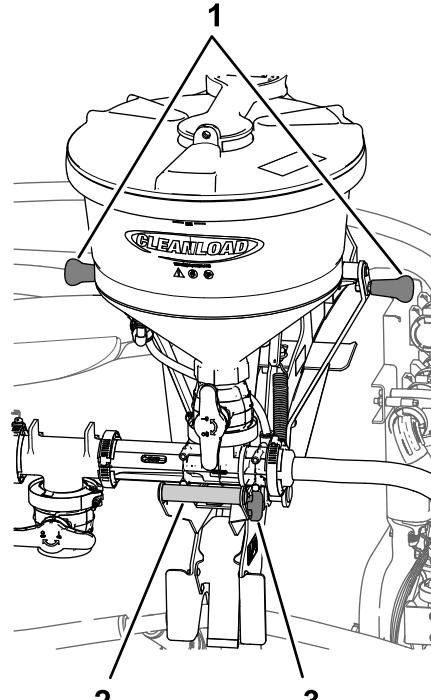
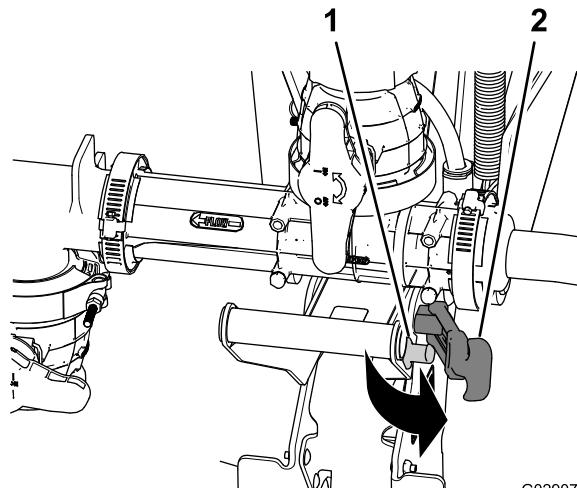
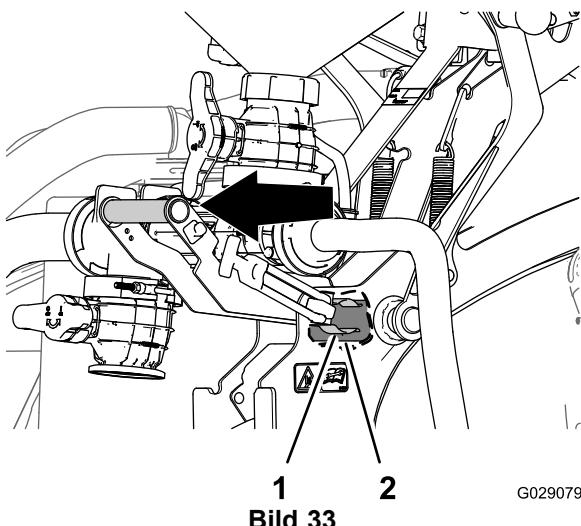
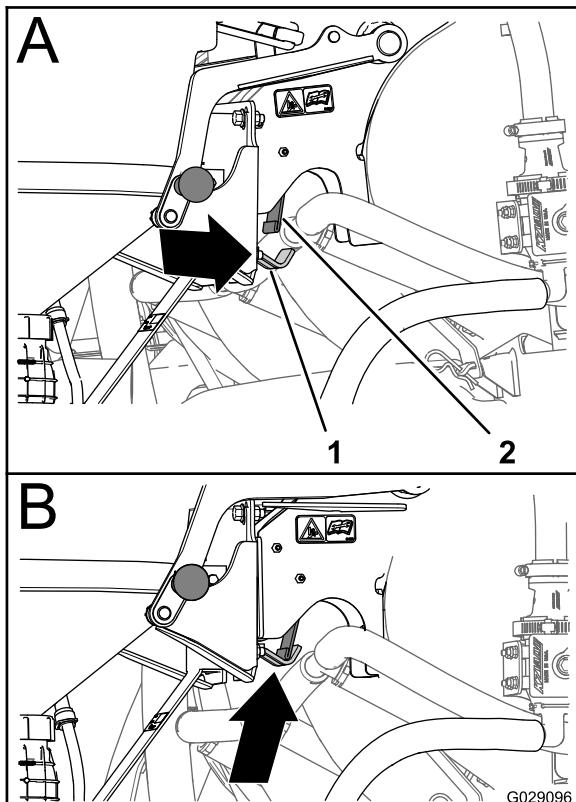

Bild 31
Bild 32
Bild 33
Bild 36
1. Fassen Sie den Ejektorgriff an und ziehen Sie den Riegelgriff von der Verriegelungsstrebe (Bild 31 und Bild 32).
Ejektorgriff nach außen, bis sich der Federclip vom Schwenkrohr löst (Bild 31 und Bild 33).
5. Wenn der Riegel der Rückplatte unter der Federplatte ist (A in Bild 36), drehen Sie den Ejektorgriff nach innen, damit der Haken des Riegels hinter der Federplatte ausgefleuchtet ist (B in Bild 36).
Außenseite der Federplatte ausgefluchtet ist (Bild 33 und Bild 36).
4. Drücken Sie den Ejektorgriff nach innen, damit der Haken zur Verriegelungsstange angehoben wird und der Federclip um das Schwenkrohr einrastet (Bild 33).
5. Ziehen Sie den Riegelgriff auf die Verriegelungsstange an (Bild 32).